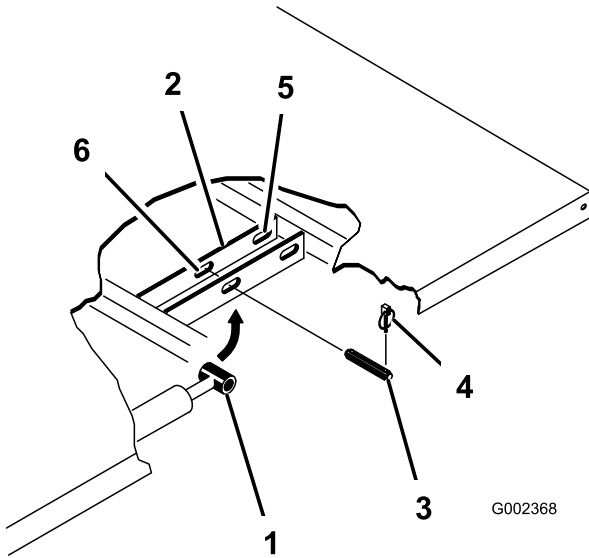

Bild 33
3. Nehmen Sie die Klappstecker von den äußeren Enden der Lastösenbolzen der Zylinderstange (Bild 33) ab.
4. Nehmen Sie die Lastösenbolzen ab, mit denen die Zylinderstangenenden an den Befestigungsplatten der Ladepritsche befestigt sind. Drücken Sie die Stifte hierfür nach innen (Bild 33).